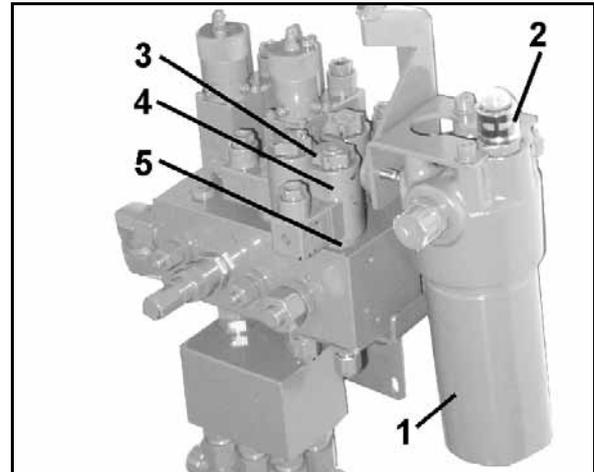

Fig. 78
Durante la operación puede controlarse el funcionamiento del filtro de aceite hidráulico (Fig. 78/1) en el bloque de control.
Indicación en la ventana de control (Fig. 78/2):
1. Desenroscar la caperuza del imán (Fig. 78/3)
2. Quitar la bobina magnética (Fig. 78/4)
3. Desenroscar el vástago de válvula (Fig. 78/5) con los asientos de válvula y limpiar con aire comprimido o con aceite hidráulico.